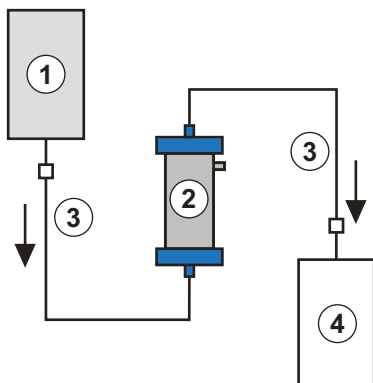

Рис. 10-10 Установка для промывки адсорбера гепарина
Материалы: см. условные обозначения к Рис. 10-10
2. Подключить вторую соединительную магистраль и сборный мешок, как показано на Рис. 10-10 к выходной стороне адсорбера гепарина.